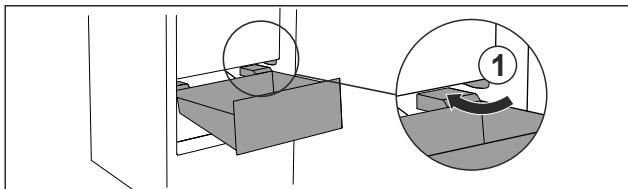

Fig. 81
- Prevedte zásuvku šikmo okolo zarážok Fig. 81 (1).